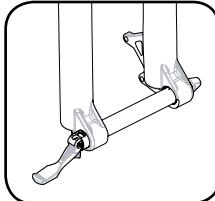

Fig. 2
- Coloque a patilha Maxle na posição aberta (fig. 2). Certifique-se de que o manípulo entra na respectiva ranhura do eixo.